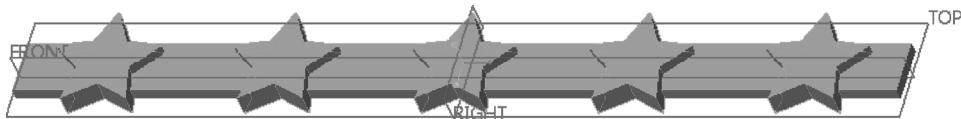

图 5-51 尺寸阵列的效果
7) 在“阵列”选项卡中单击 (完成) 按钮，完成的单向尺寸阵列如图 5-51 所示。